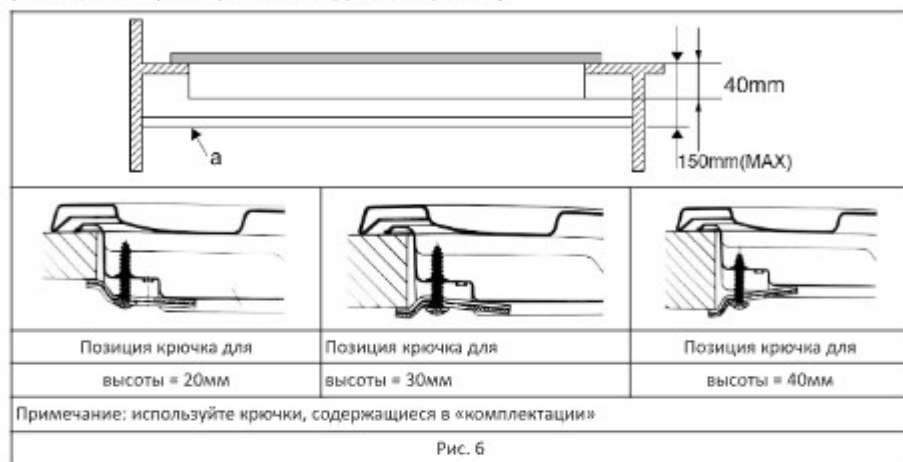

Рис. 6
d) Для установки варочной панели в столешницу предусмотрены крепежные детали (крючки, винты) толщиной от 20 до 40мм (Рис. 6).